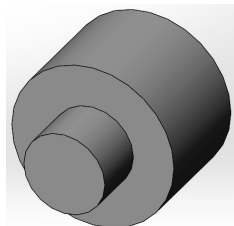

图 1-34 凸台模型
- [1] 打开初始文件“Z1L1.prt”，凸台模型如图 1-34 所示。